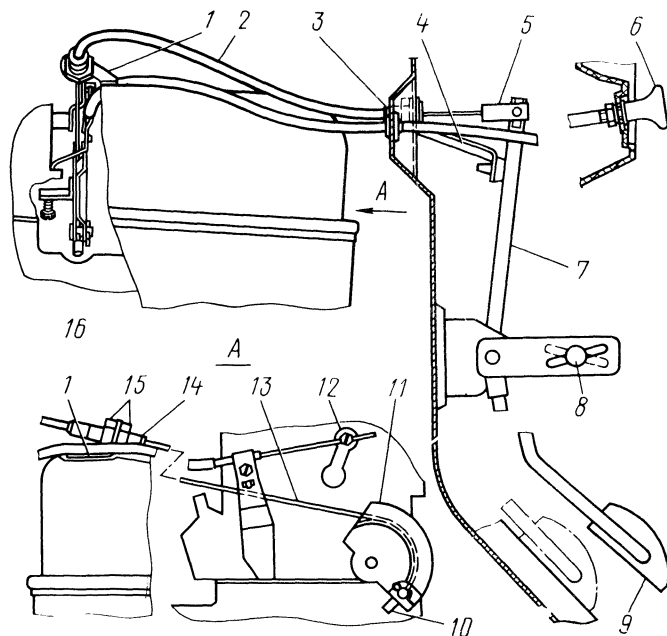

Рис. 33. Привод дроссельных заслонок:
Управление дроссельными заслонками карбюратора осуществляется педалью 9 (рис. 33), соединенной с рычагом дроссельных заслонок при помощи тросика 13, скользящего в пластмассовой трубке 2.
1. Со стороны подкапотного пространства продеть тросик через отверстия наконечников 3 и 14 пластмассовой трубки (см. рис. 33).